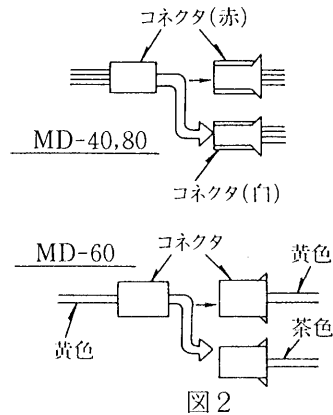

図2
②MD-40TE1(-L), 60TE1(-L), 80TE1(-L)形を50Hzでご使用いただく場合、図2の通り電気品箱にてコネクターを差し替えてください。